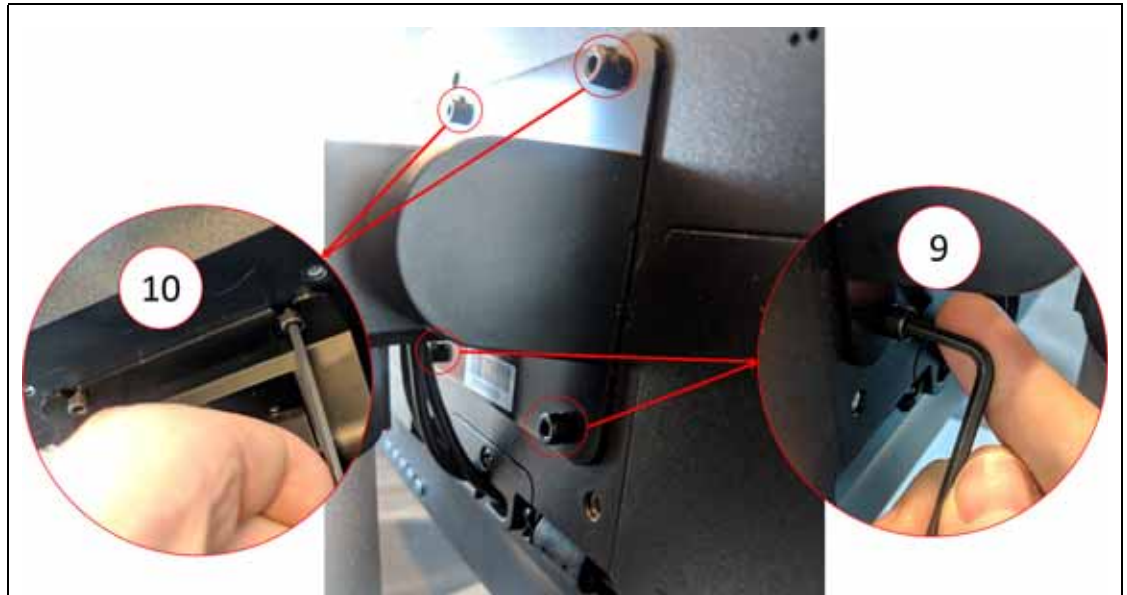

Abbildung 15-15 Entfernen der Monitorschrauben
- 11.** Entfernen Sie die zwei unteren Inbusschrauben mit einem rechtwinkligen 4-mm-Inbusschlüssel von der Halterplatte, mit der der Touchmonitor am Fuß befestigt ist. Weitere Informationen finden Sie in Callout 9 in Abbildung 15-15.
- 12.** Lösen Sie die zwei oberen Inbusschrauben mit einem rechtwinkligen 4-mm-Inbusschlüssel oder Sechskantschlüssel von der Halterplatte, mit der der Touchmonitor am Fuß befestigt ist. Weitere Informationen finden Sie in Callout 10 in Abbildung 15-15. Drehen Sie die Schrauben nicht heraus.